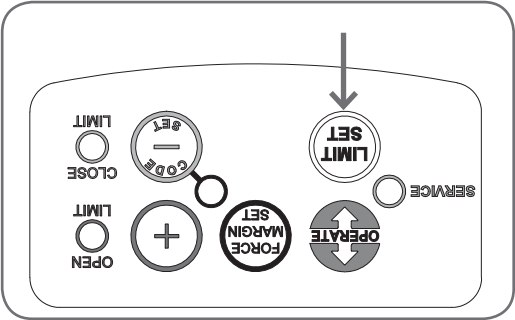

Fig. 6.4.3
- a. Maintenez le bouton Limit set enfoncé pendant six (6) secondes (Fig. 6.4.3) ou jusqu'à ce que vous entendiez trois bips et que la diode rouge de limite de fermeture se mette à clignoter.